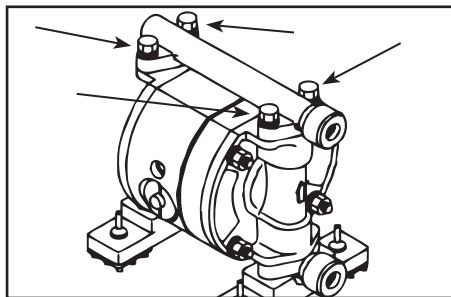

Figure 16
- Enlevez les 4 boulons de fixation du collecteur de sortie et déposez ce dernier. (Voir la figure 16).